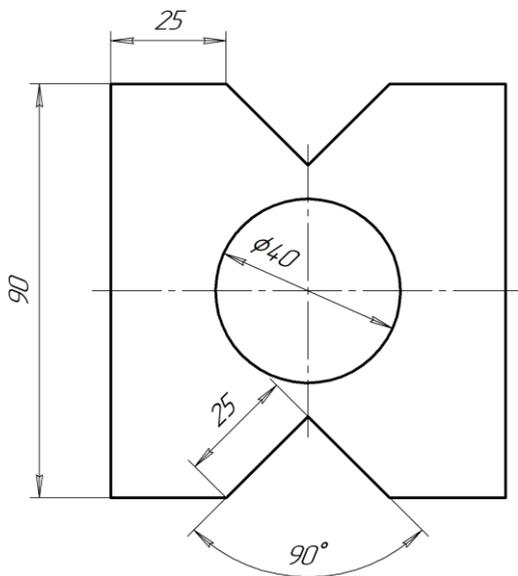

Рисунок 70
1. Откройте документ **Фрагмент** и постройте чертеж плоской детали простейшими командами с применением привязок (рисунок 70).